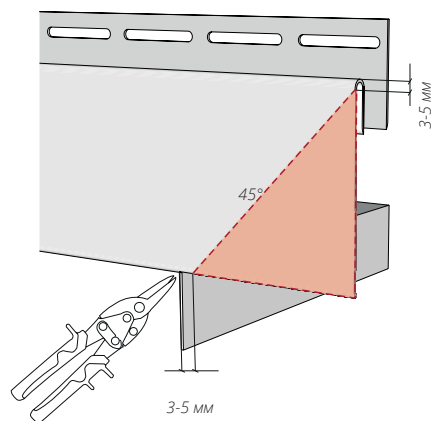
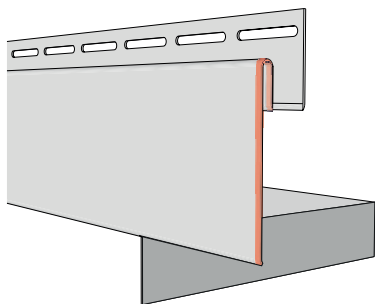
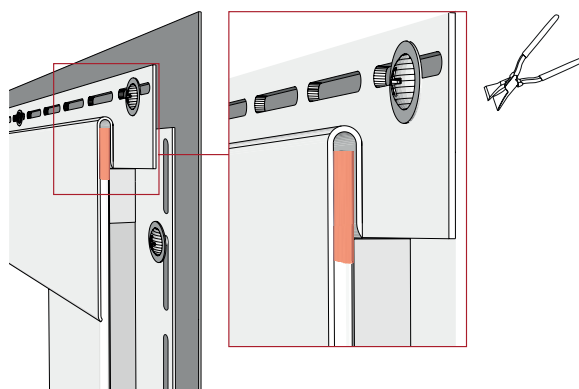

Рисунок 62
Рисунок 69
Рисунок 72
- 15.11** Если соединение приоконных планок нужно выполнить под углом 45° , верхнюю приоконную планку с обеих сторон нужно подрезать согласно (Рис. 62).
15.15 После монтажа приоконные и финишные планки должны оставаться подвижными, независимо друг от друга. На Рис. 69, 70, 71 показаны части, которые необходимо точно подогнать. На Рис. 72 показана верхняя часть боковой приоконной планки, которую можно поджать, используя клещи прямые, чтобы в месте примыкания был более легкий ход. При резе верхней приоконной планки под углом 45° (Рис. 62) использовать поджим не нужно.